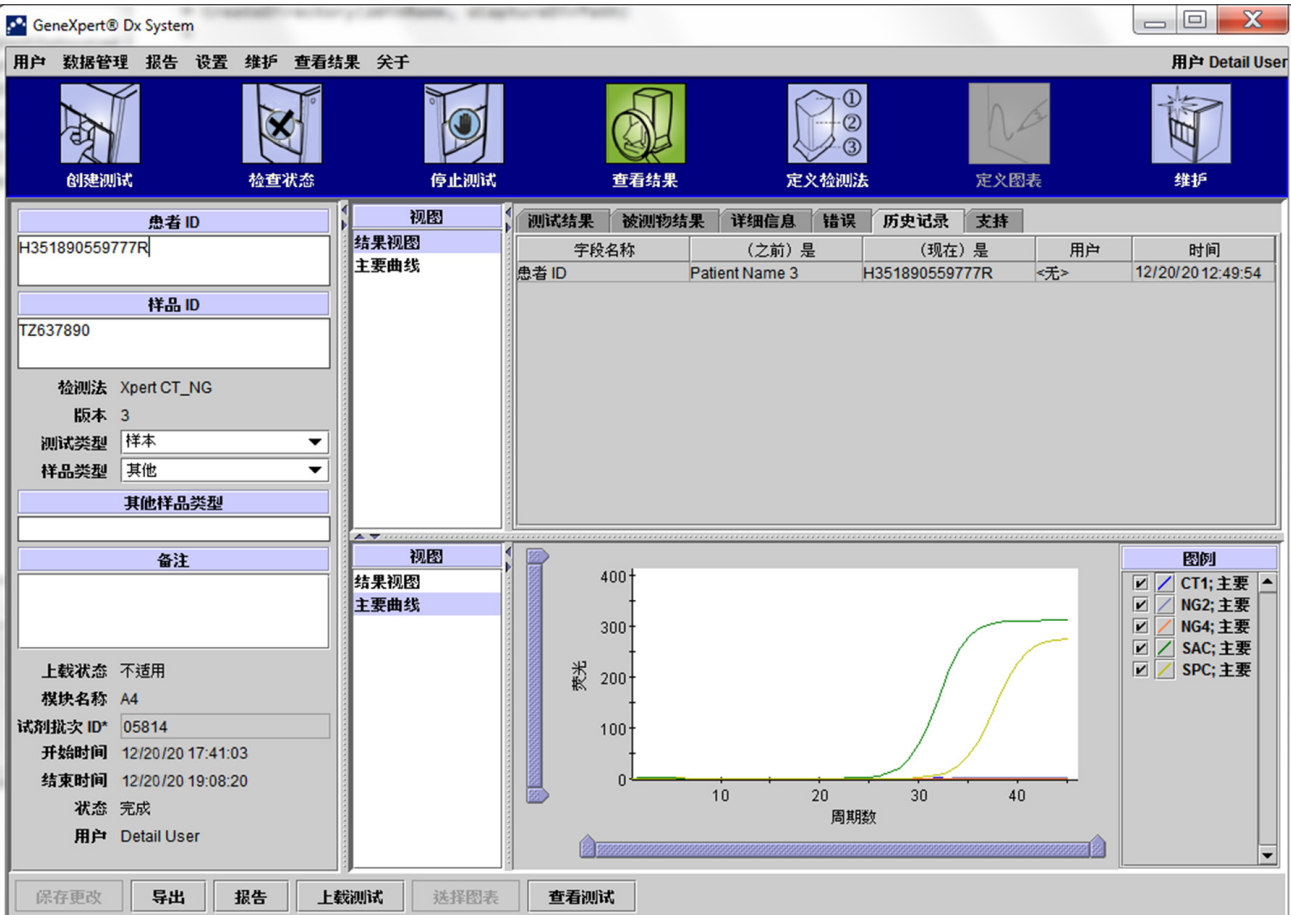

图 5-45. GeneXpert Dx “查看结果”窗口 — “历史记录”选项卡（Detail 用户和管理员视图）
**历史记录**选项卡显示测试信息修订日志（参见图 5-45）。日志包括原始信息、修改的信息、修改信息的用户以及修改的日期和时间。